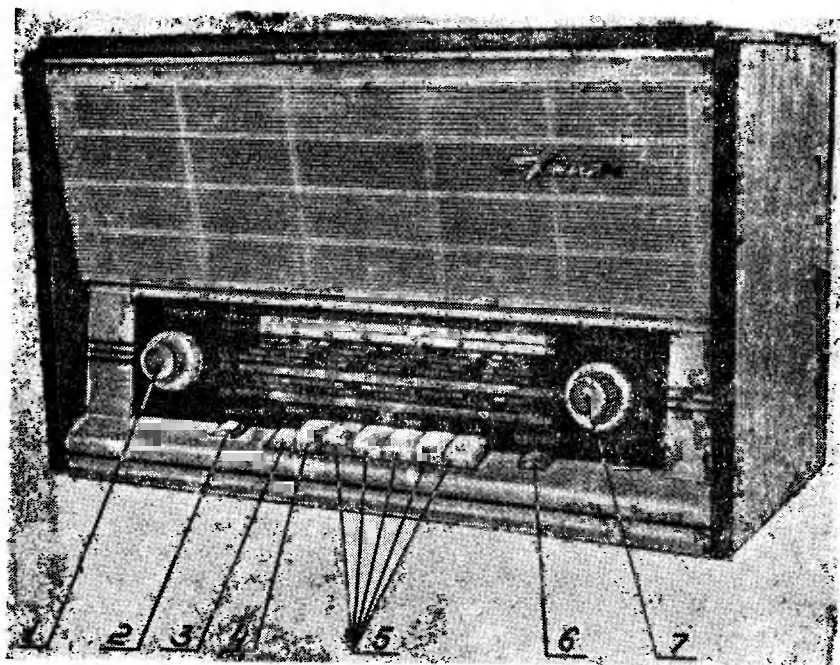

Рис. 1. Элементы управления радиолы:
Вид радиолы спереди, расположение и назначение элементов управления показаны на рис. 1.
1. Нажмите клавишу желаемого диапазона (см. рис. 1). При питании радиолы от сети загорятся лампочки подсвета шкалы. В целях экономии расхода питания при работе радиолы от батареи освещение шкалы не осуществляется.
3. Установите желаемую громкость поворотом ручки регулятора громкости (см. рис. 1). Для уменьшения шумов и тресков настройку и переключение диапазонов рекомендуется производить при малой громкости.